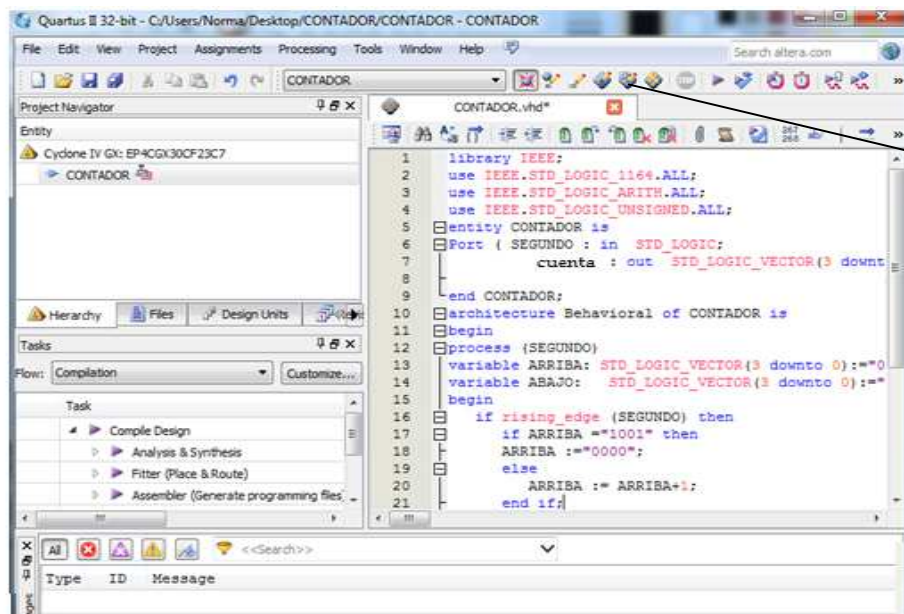

Figura .6. Acceso al Pin Planner Editor.
- Para abrir la ventana que permite definir los puertos de entradas y salidas del diseño en VHDL, se debe oprimir el botón “Pin Planner”, como se muestra en la figura 6.